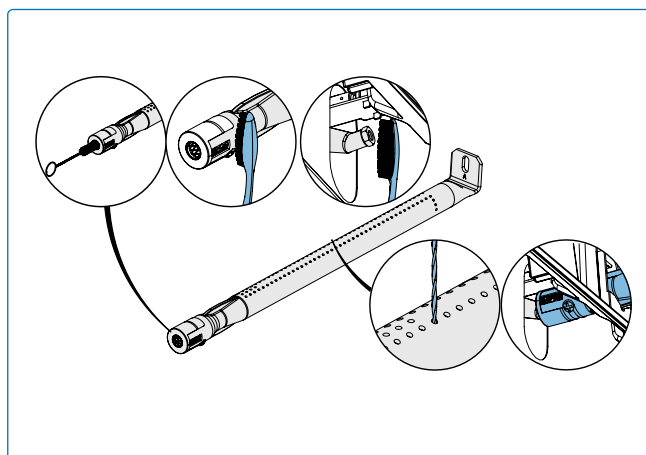

Fig. 25
- Nettoyez l'intérieur du brûleur à l'aide d'une brosse flexible pour tube venturi ou, pour les zones délicates, d'une brosse à poils doux afin d'éliminer délicatement les débris (**Fig. 25**).